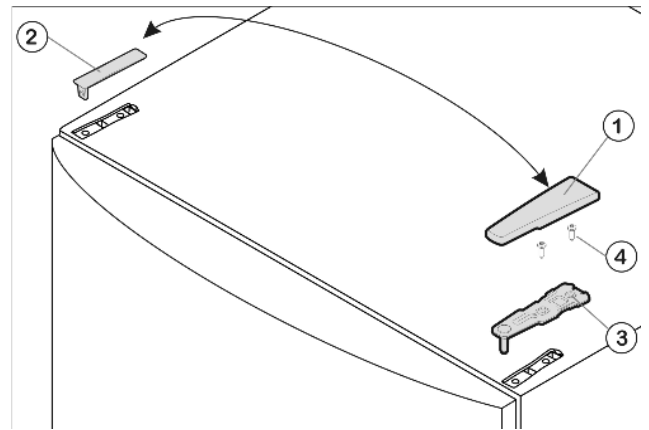

Fig. 4
- ▶ Стяните крышку крышку Fig. 4 (1) вперёд и снимите крышку Fig. 4 (2).
- ▶ Открутите верхний опорный кронштейн Fig. 4 (3) (2 шт. Torx 25) Fig. 4 (4) и вытяните вверх.
- ▶ Установите верхний опорный кронштейн Fig. 4 (3) на новой стороне шарнира и защелкните в дверце.
- ▶ Прикрутите верхнюю опорную подставку (2 шт. Torx 25) Fig. 4 (4). При необходимости просверлите отверстия или используйте аккумуляторную отвертку.
- ▶ Защёлкните крышку Fig. 4 (1) и крышку Fig. 4 (2) на противоположной стороне.